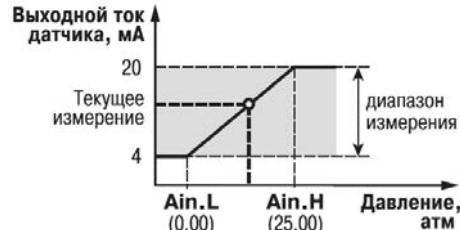

Рисунок 3.4 – Пример задания диапазона измерения активного датчика
**Пример** - При использовании датчика с выходным током 4...20 мА, контролирующего давление в диапазоне 0...25 атм., в параметре **Ain.L** задается значение 00,00, а в параметре **Ain.H** – значение 25,00 (см. рисунок 3.4). После этого обработка и отображение показаний будет производиться в атмосферах.